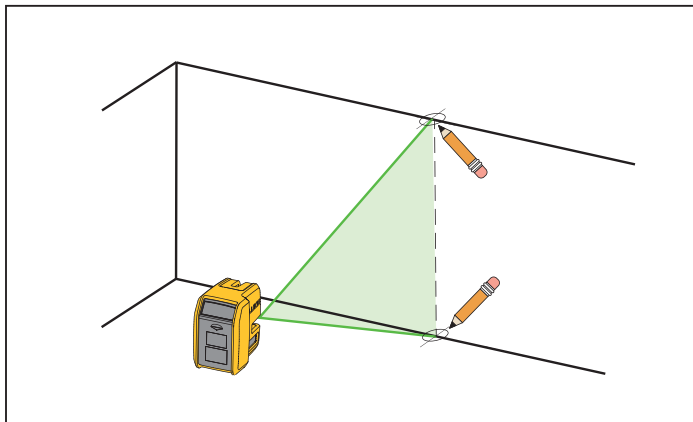

Abbildung 3. Neue vertikale Markierung
1. Das Produkt auf das Messobjekt ausrichten und den vertikalen Laser einschalten. Siehe Abbildung 3.